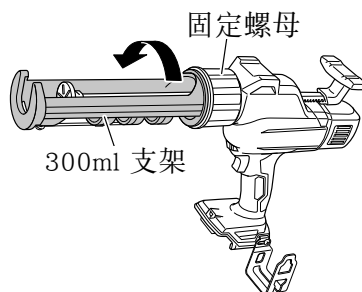

图 11
- (1) 握住支架螺母，按箭头方向转动支架，将其从主体上拆下。(图 11)